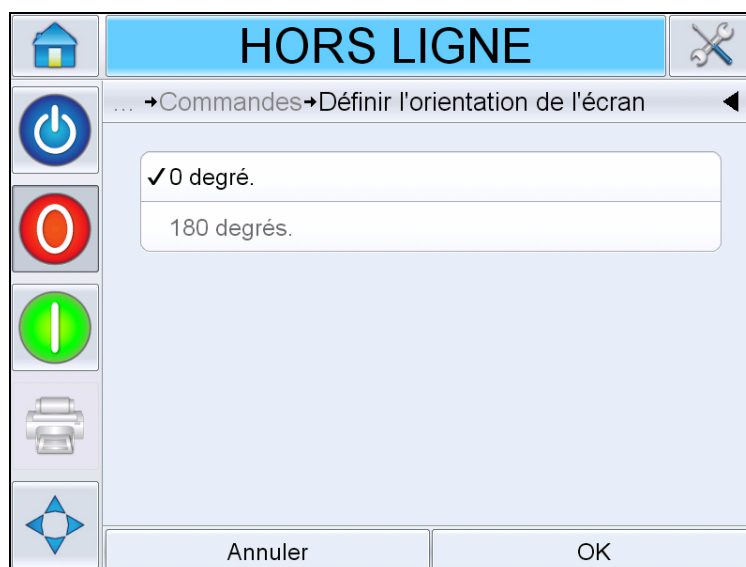

Figure 5-9: Définir l'orientation de l'écran
- 2 Appuyez sur *Définir l'orientation de l'écran* dans la liste. La page *Définir l'orientation de l'écran* s'affiche (Figure 5-9).